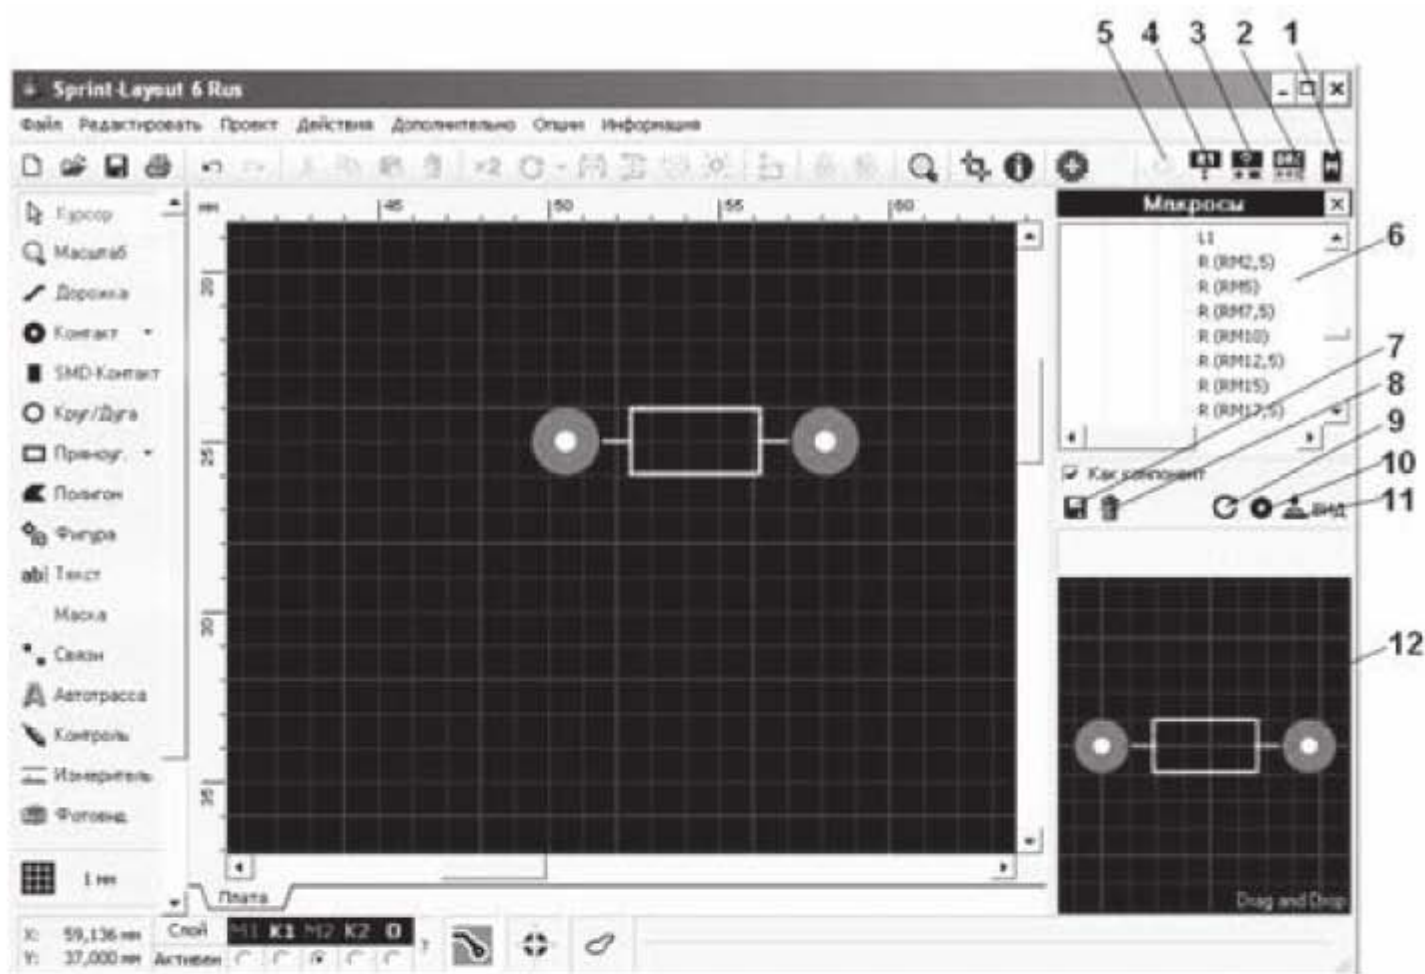

Рис. 4.17. Работа с дополнительными панелями
Рассмотрим дополнительные панели, которые вызываются кнопками, обозначенными цифрами 1...5 в верхней правой части интерфейсного окна программы. Эти панели и соответствующие им кнопки имеют названия: *Макросы*, *DRC контроль*, *Свойства*, *Компоненты*, *Селектор* (рис. 4.17). Некоторые из них частично уже рассматривались при изучении вкладки «Опции».
Панель *Макросы* (кнопка 1). При нажатии на кнопку (1) в правой части интерфейсного окна открывается панель *Макросы*, состоящая из трех частей (рис. 4.17). В верхней части (6) находится дерево макросов. При выборе макроса в дереве макросов в нижней части (12) появляется изображение выбранного макроса. В средней части расположены кнопки для работы с выбранным макросом: